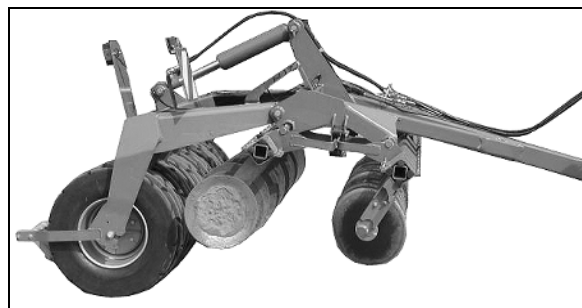

Fig. 29
- Hev begge skålrekkene (Fig. 29).